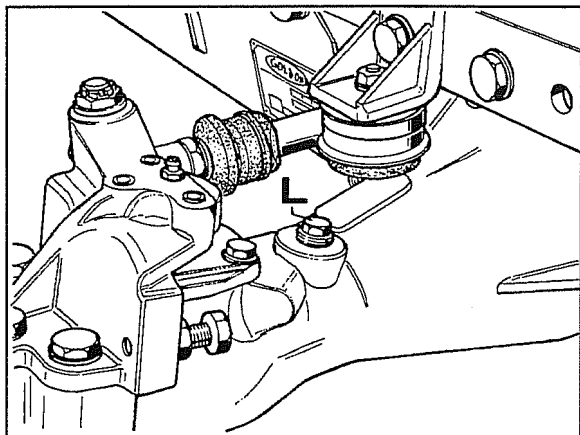
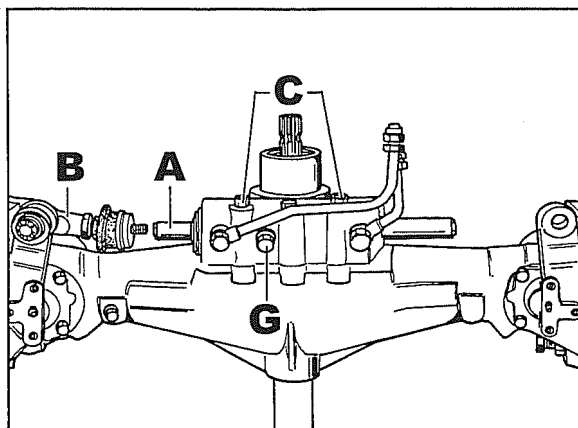

Fig. 68
Fig. 78
A existência de uma perda nos anéis internos entre o cilindro e o carter, causa a passagem de óleo que do passa para o diferencial. Este problema verifica-se quando através da tampa **L** fig. 68 se nota o aumento do nível do óleo. No caso em que se verifique o enchimento completo do diferencial, verifica-se a saída do óleo através do furo da tampa de resfolgo **G** fig. 78.
12. Colocar o eixo como ilustrado na fig. 78 usando um banco ou um suporte apropriado.
13. Por um dos lados do eixo desligar a haste **A** do junto esférico **B** fig. 78, do outro lado retirar completamente o junto esférico.
14. Retirar as duas porcas **C** fig. 78 extraíndo os relativos parafusos sem cabeça para soltar os anéis do alojamento cônico que retêm o cilindro.
- As porcas **C** fig. 78 de fixação cilindro, devem ser apertadas a 4 Kgm.